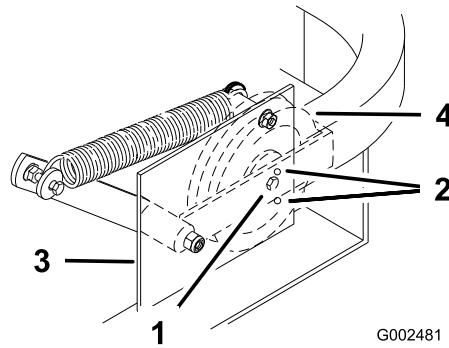

Figure 55
- Important:** Vérifiez que la courroie est bien en place dans les guides avant et arrière (Figure 55).
4. Vérifiez la tension de la courroie. Le boulon central de la poulie de tension rappelée par ressort doit se trouver près du trou d'alignement supérieur de la plaque de support gauche (Figure 55).